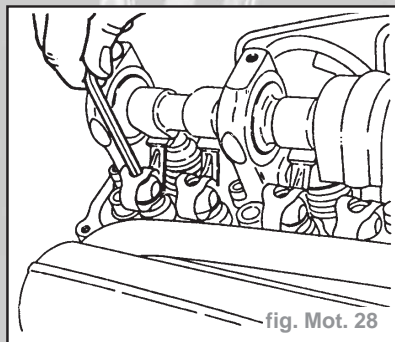

fig. Mot. 28
- Régler le jeu des soupapes à l'aide d'une clé à six pans (fig. Mot. 28).